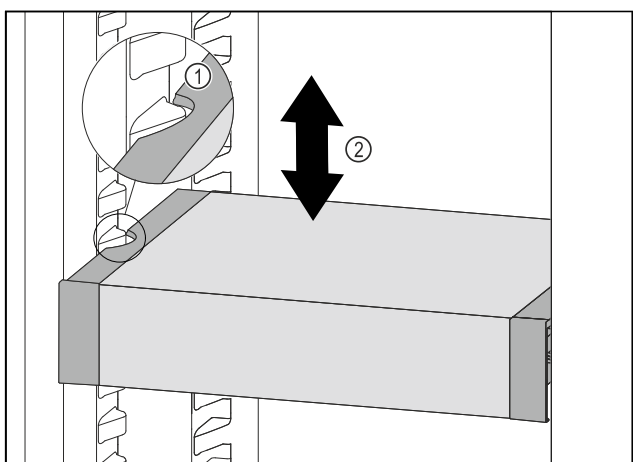

Fig. 77
- ▶ Trekk VarioSafe forover, til utsparingene på sidene av VarioSafe er på nivå med rillene i kjøleskapet. Fig. 77 (1)
- ▶ Flytt VarioSafe oppover eller nedover i kjøleskapet, til ønsket høyde er nådd. Fig. 77 (2)